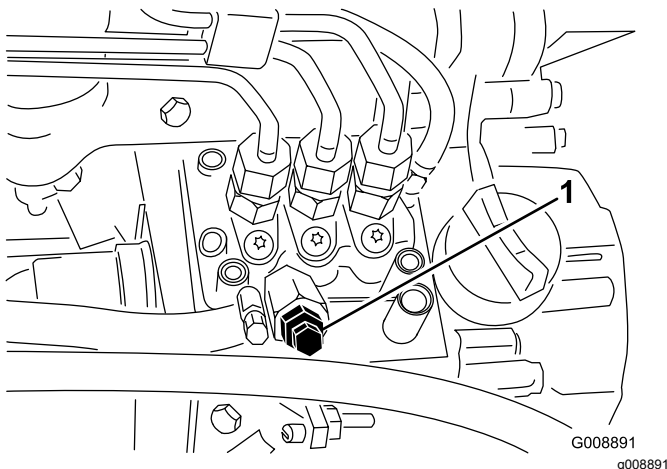

Figure 35
3. Desserrez la vis de purge sur la pompe d'injection (Figure 35).